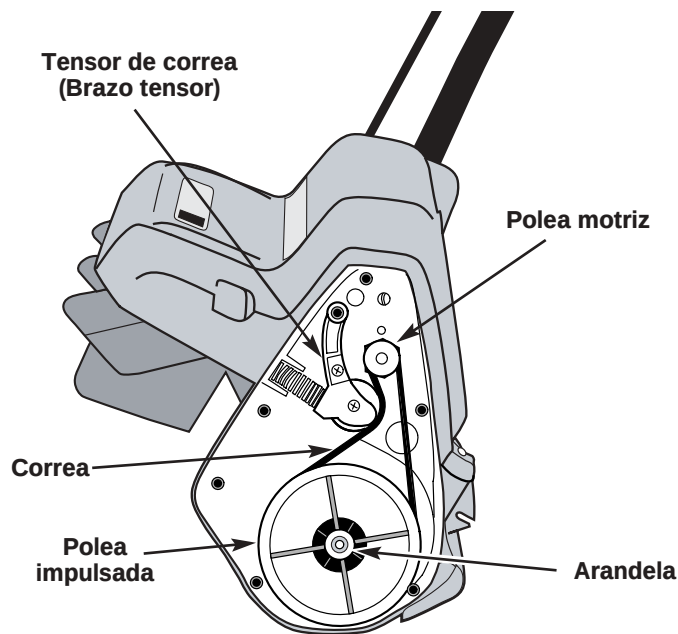

Fig. 8
3. Hale el tensionador de la correa (brazo tensor) separándolo de la polea de tracción. Quite la correa dañada de la polea dentro de la cubierta. Deséchela en forma apropiada (Fig. 8).
4. Ponga la nueva correa en la polea de tracción y en la polea impulsada (Fig. 8). Hale el tensor de la correa (brazo tensor) separándolo de la polea de tracción para que instale la correa alrededor de la polea de tracción.
NOTA: Asegúrese de que la arandela todavía esté en su lugar sobre el eje de la polea impulsada antes de reinstalar la cubierta de la correa (Fig. 8).